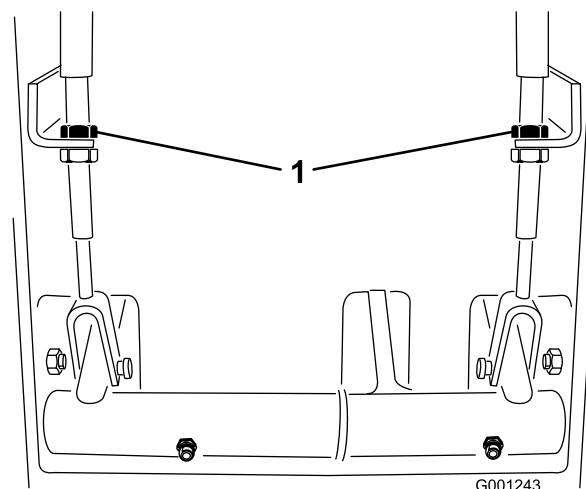

Figura 63
2. Para reduzir a folga dos pedais dos travões, aperte os travões desapertando a porca dianteira que se encontra na extremidade roscada do cabo dos travões (Figura 63). Em seguida, aperte a porca traseira para deslocar o cabo para trás até que os pedais dos travões tenham uma folga de 13 a 25 mm.